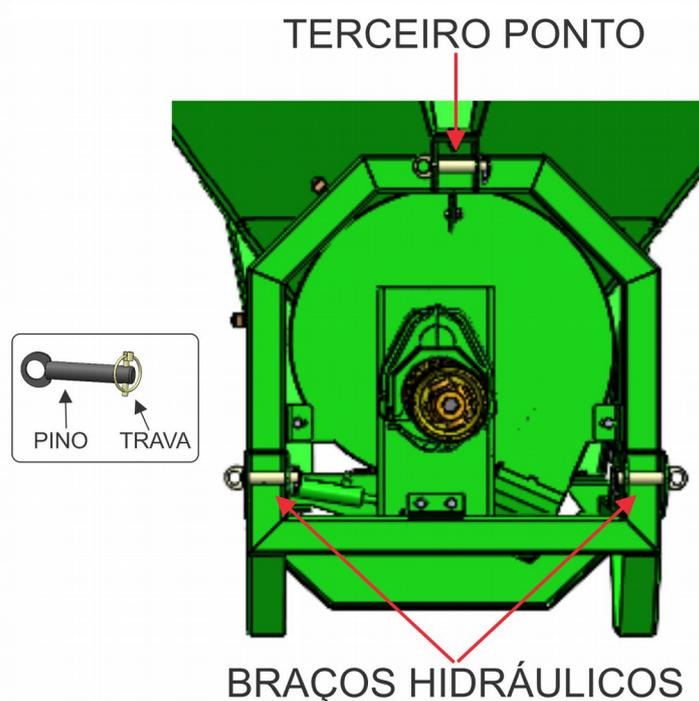

Figura 5.3 – Pontos de engate.
1. Para acoplar o trator ao cabeçalho, posicione adequadamente os braços hidráulicos do trator no cabeçalho da máquina, insira os pinos e as travas de segurança conforme ilustrado na figura 5.3.
2. Acople o terceiro ponto do trator no cabeçalho da máquina, insira o pino e a trava de segurança conforme ilustrado na figura 5.3.